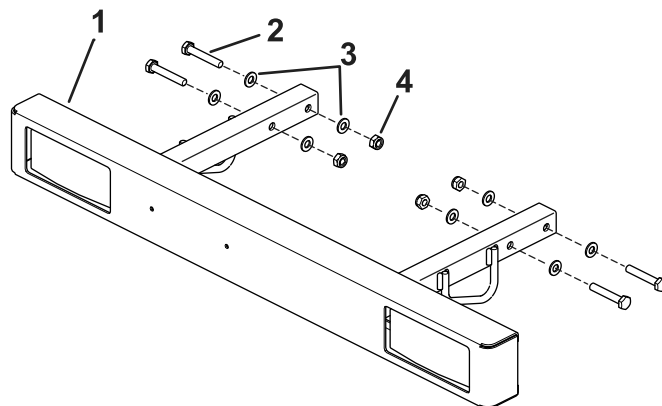

图 6
注意 确保不要将锁紧螺母完全安装到螺栓上。凸缘螺母与锁紧螺母之间的空间用于安装弹簧 图 6。
5. 如 图 6 所示安装弹簧端。